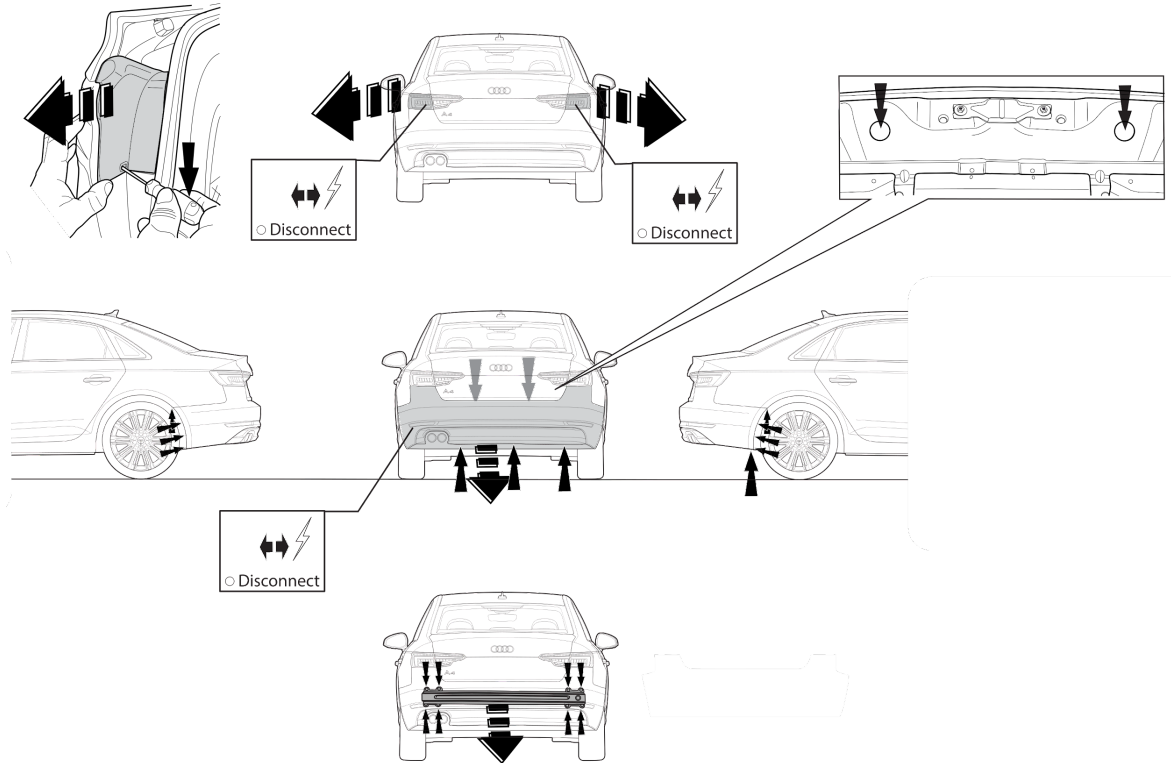

Fig. 1
1. Снять оба блока задних фар. Снять бампер вместе со буферным брусом автомобиля. Буферный брус больше не понадобится. Поставить болты на место. См. рисунок 1 и 2.